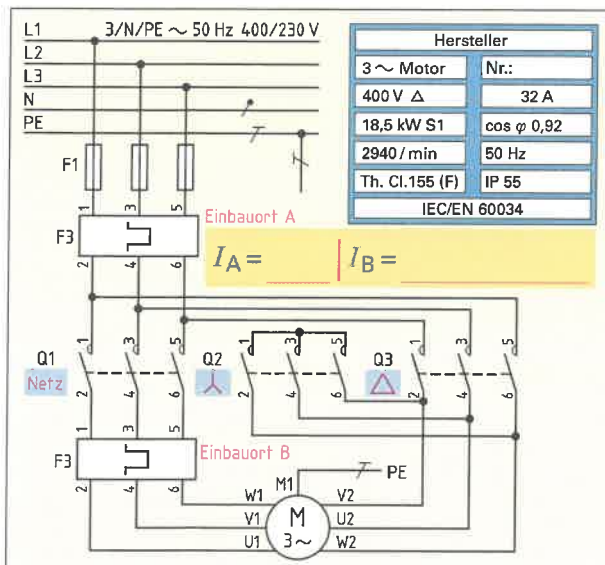
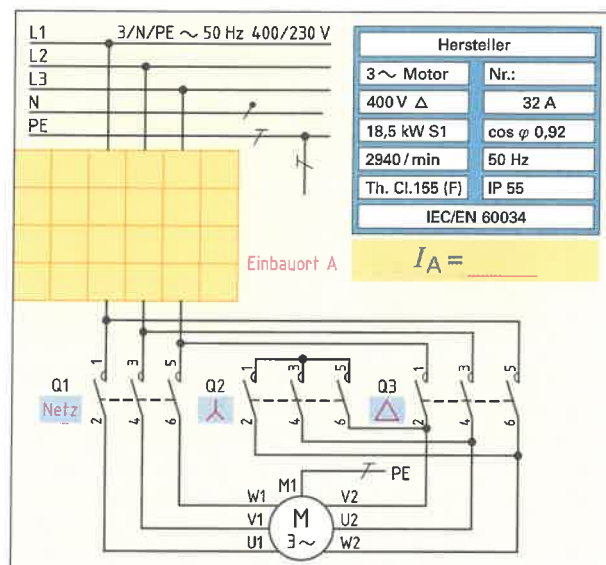

Bild 2: Motor mit thermischem Überlastrelais
Bild 3: Motor mit Motorschutzschalter
6. Auf welche Ströme I_A bzw. I_B muss das thermische Überlastrelais F3 am Einbauort A, bzw. am Einbauort B (Bild 2) eingestellt werden?
7. Ergänzen Sie Bild 3 so, dass anstelle des thermischen Überlastrelais (Bild 2) ein Motorschutzschalter verwendet wird. Auf welchen Strom I_A wird der Motorschutzschalter eingestellt?